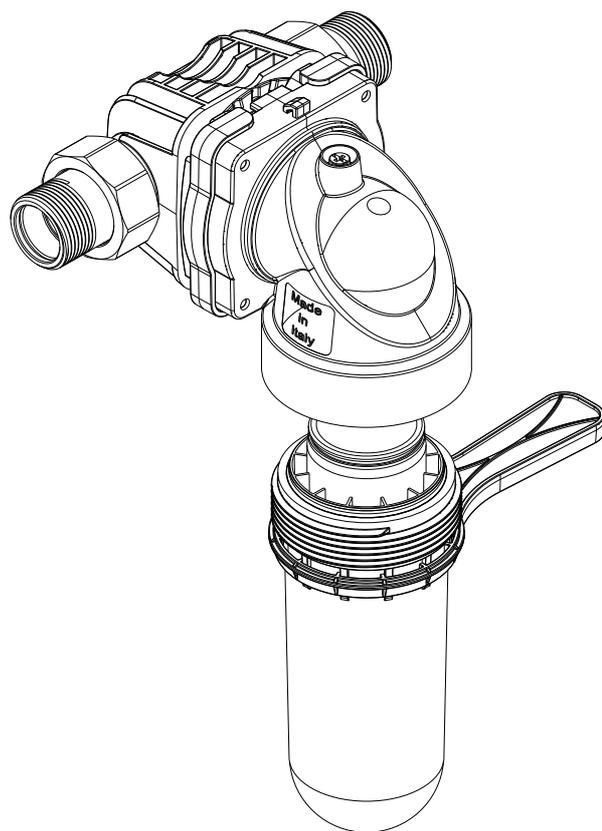

Fig.4
- Svitare il bicchiere ruotando in senso orario a mano o utilizzando la chiave in dotazione (Fig.4)